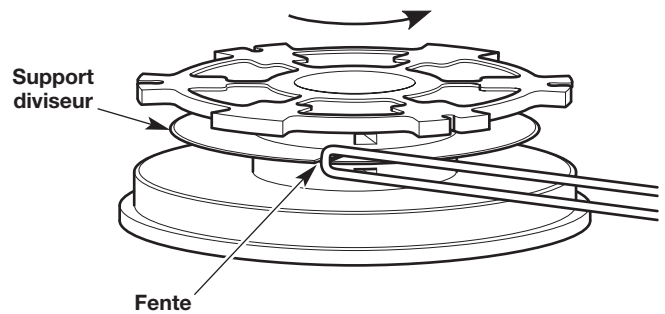

Fig. 19
2. Insérez la boucle dans la fente du support diviseur (Fig. 19). Enroulez le fil de façon serrée dans le sens illustré sur la base du moulinet, jusqu'à ce qu'il vous reste environ 150 mm (6 po.) de fil. Maintenez la moitié supérieure du fil au-dessus du support diviseur et la moitié inférieure du fil en-dessous du support diviseur.